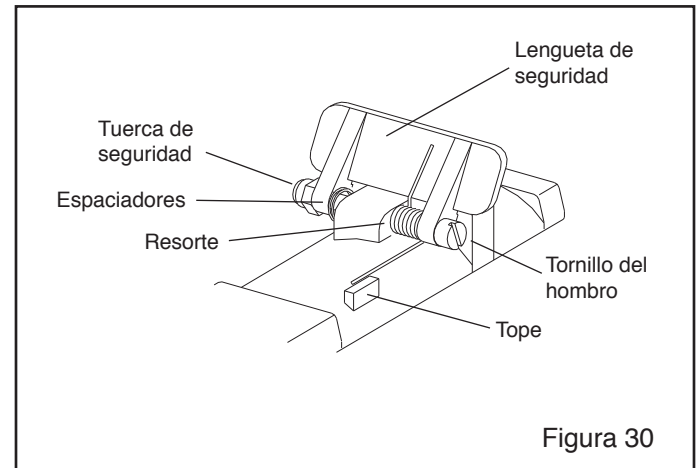

Figura 30
7.8.2.1 Retire la tuerca de seguridad del tornillo del hombro. Antes de retirar el tornillo, fijese en la posición de los espaciadores y el resorte, como se indica en la Figura 30. El lado doblado del resorte esta hacia adentro, obligando la lengüeta a bloquearse. El lado recto está hacia afuera, mirando hacia abajo y contra el tope.